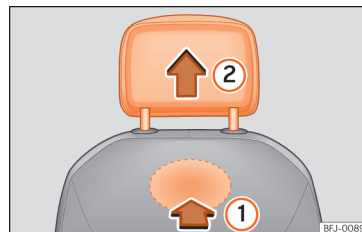

Abb. 67 Kopfstütze vorne ausbauen.
- Lokalisieren Sie zum Entriegeln der Kopfstütze die Ausparung im markierten Bereich auf der Rückseite der Sitzlehne und drücken Sie in Pfeilrichtung » » (Abb. 67) ①.
- Ziehen Sie die Kopfstütze in Pfeilrichtung ② heraus.